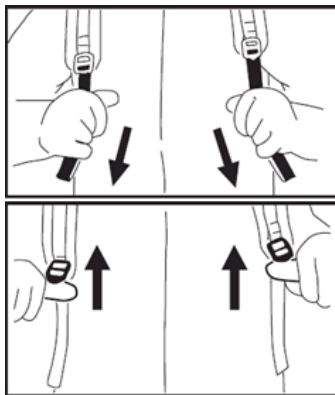

Рис. 9 Настройка ремней
2. Потяните ремни вниз, чтобы затянуть их (Рис. 9).